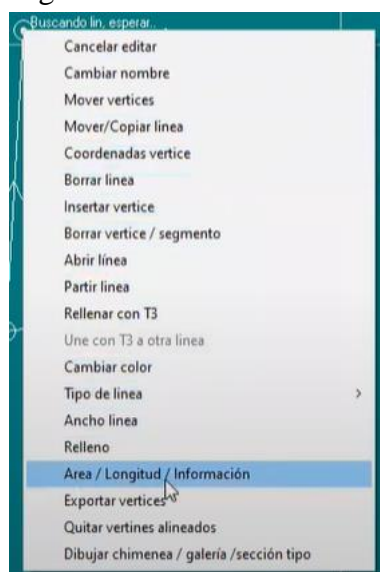

Figura 223. Cálculo del área y perímetro.
65. Para calcular el área y perímetro, dar clic en cualquier vértice y seleccionar la opción “Área/Longitud/Información”. Figura 223.